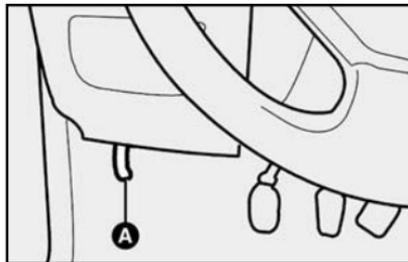

fig. 57
- 1) Tire de la palanca **A-fig. 57**.